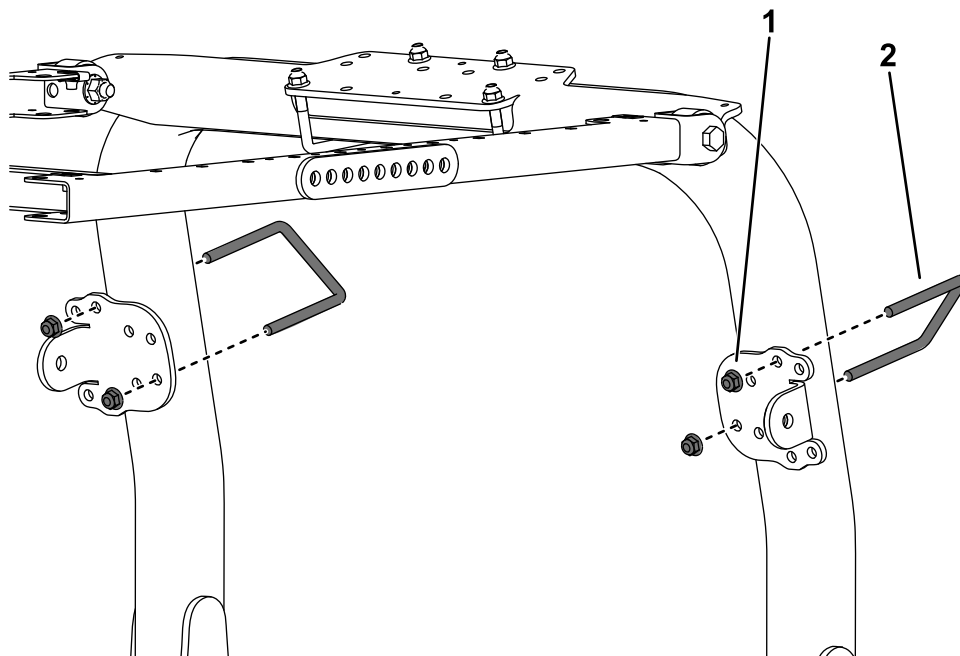

Figure 29
9. Utilisez les trous indiqués à la Figure 29, pour fixer légèrement chacun des supports de renfort aux montants de l'arceau de sécurité à l'aide d'un étrier fileté (3 7/8" x 4") et de 2 écrous à embase.